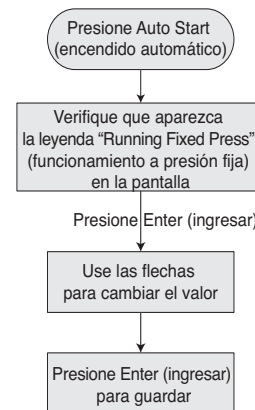

Figura 13 - Bomba en funcionamiento:
- ◆ Mientras funciona la bomba: siga la secuencia de teclas que aparece en la figura 13 para hacer el cambio que desee. Con este parámetro, puede modificar el punto de referencia interno o externo, según cuál mencione al momento del cambio.